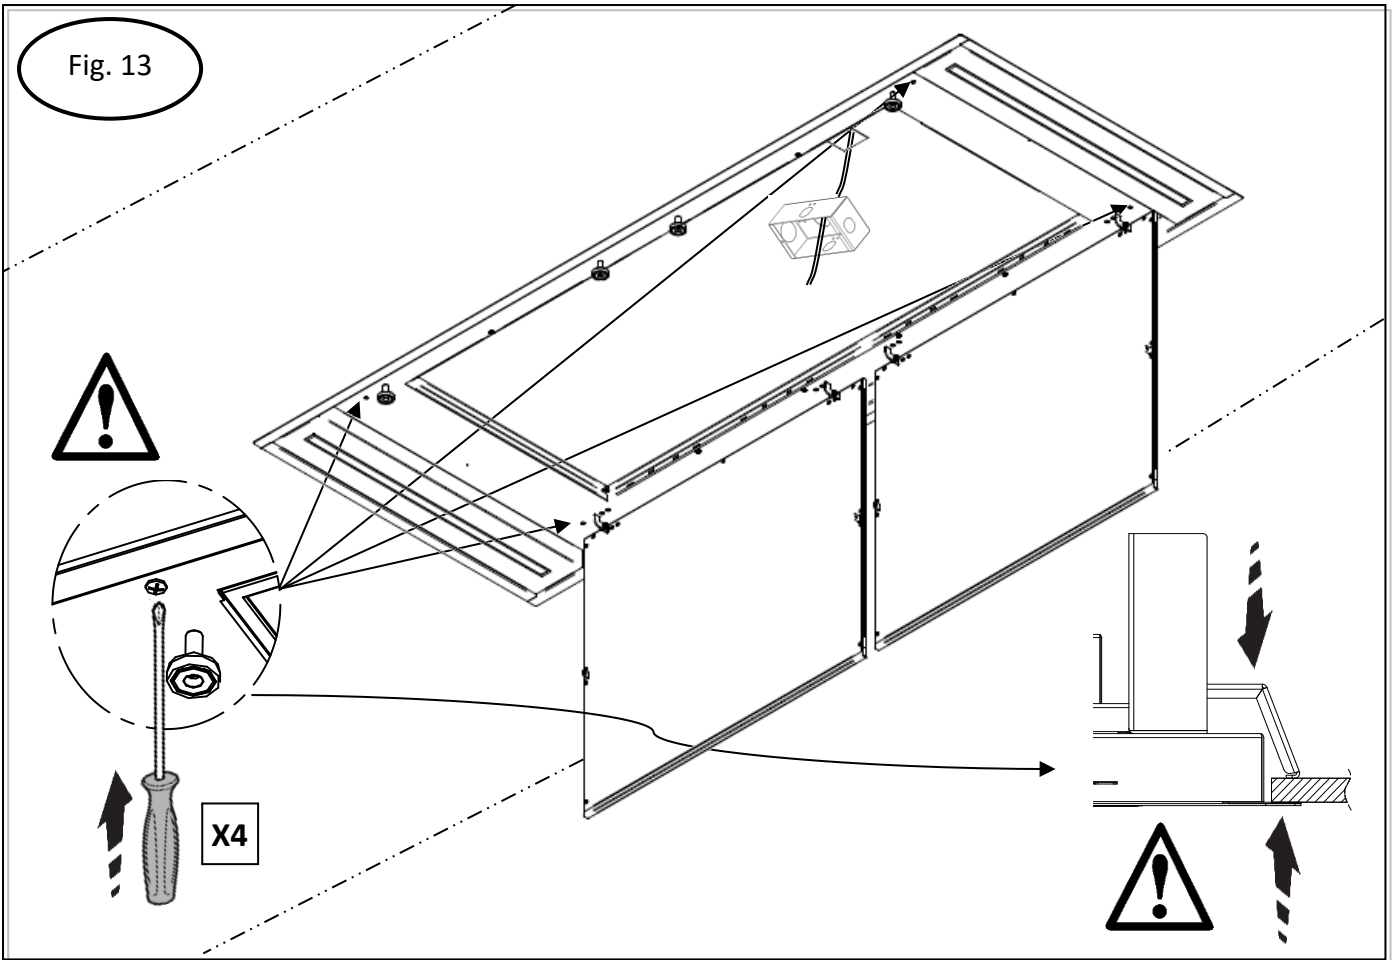

Fig. 14
- Apriete todos los tornillos de conexión entre la parte inferior de la campana y la carcasa del soplador (fig.14).